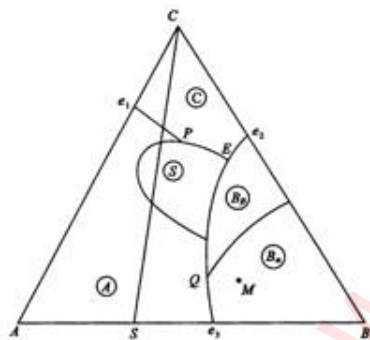

图6-19
6-31根据图6-19回答下列问题: (1) 用箭头标出各界线的温度下降方向并说明界线性质; (2) 指出各无变量点 E 、 P 、 R 、 Q 的性质, 并写出其相平衡关系; (3) 写出熔体 M 的结晶过程, 说明液相离开 R 点的原因; (4) 画出 AB 、 BC 二元系统相图。